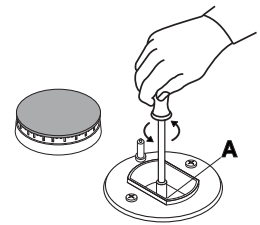

Fig.6
- vissez au meuble les 2 vis "A" (fournies), veillez au respect des distances indiquées figure 6 et laissez les têtes de vis dépasser du bois de 1,5 mm;
2. dévissez les injecteurs (figure 6) à l'aide d'une clé à tube de 7 mm et remplacez-les par les injecteurs adaptés au nouveau type de gaz (voir tableau 1 "Caractéristiques des brûleurs et des injecteurs").